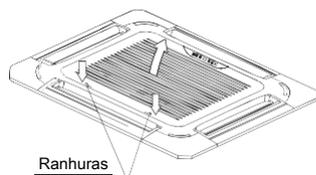

Fig.5-9
■ Deslize os dois encaixes para o centro ao mesmo tempo e depois puxe-os para cima. (Consulte a fig.5-9)